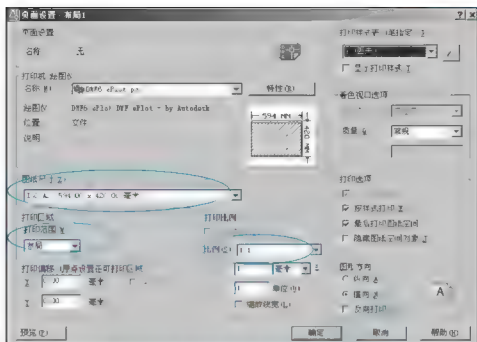

图 5.92 设置【布局设置-布局1】对话框
(3) 单击视口线，出现蓝色夹点，然后按 Delete 键将视口删除，这时在不透明的白纸上没有视口，所以看不到任何图形。
(4) 设置【页面设置管理器】。
① 右击“布局 1”，从弹出的快捷菜单中选择【页面设置管理器】命令，打开【页面设置管理器】对话框。
② 单击【修改】按钮，则进入【页面设置 - 布局 1】对话框，按照图 5.92 所示设置该对话框。